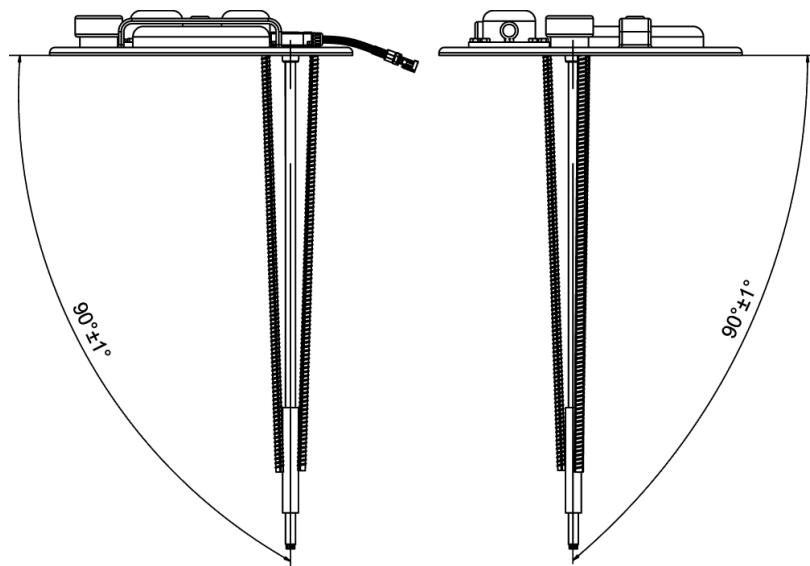
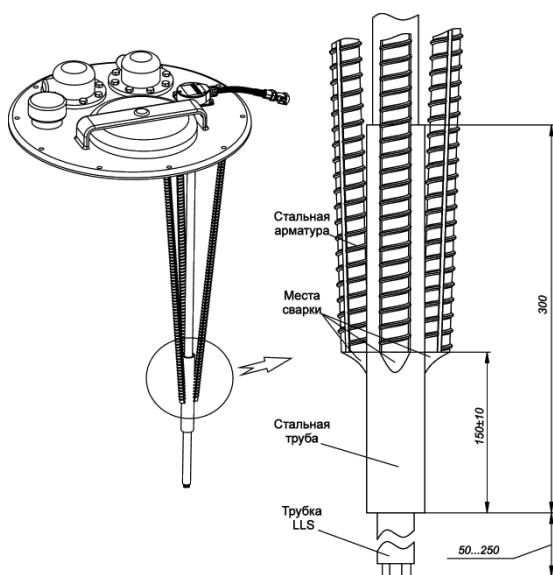
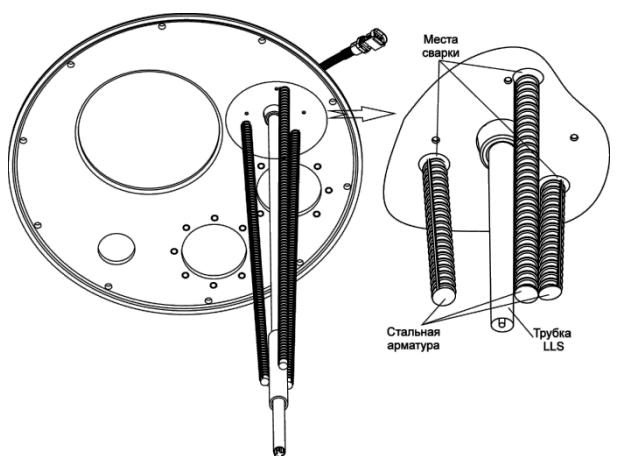

Рисунок 65
Рисунок 66
Рисунок 67
- Произвести сварочные работы согласно рисункам (Рисунок 66, Рисунок 67), выдерживая угловые размеры, указанные на рисунке (Рисунок 65).